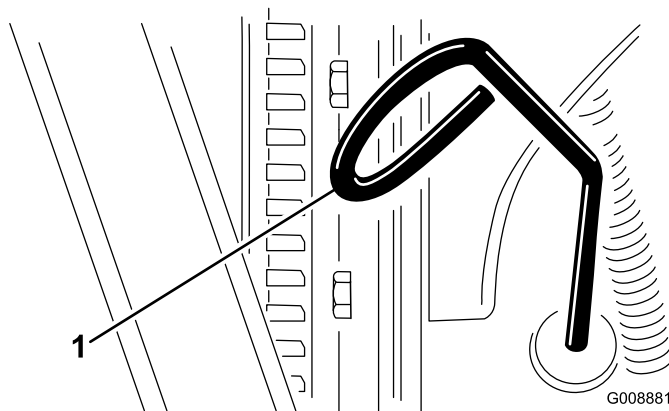

Bild 21
3. Nehmen Sie den Peilstab heraus und wischen Sie ihn ab. Stecken Sie ihn dann ein (Bild 21).